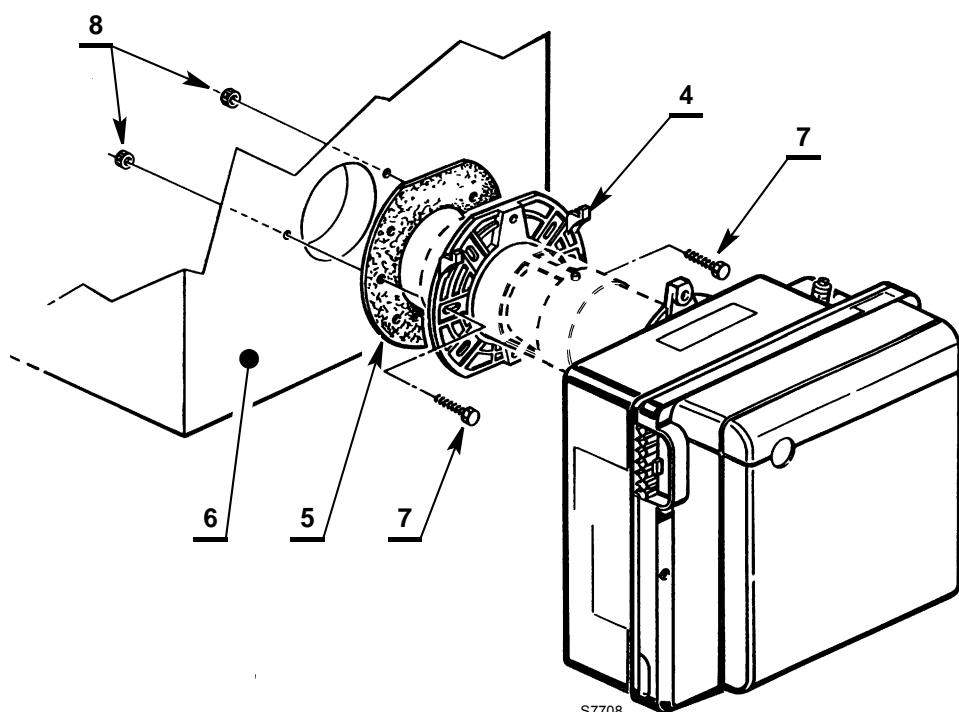

Fig. 10
- Fijar en la puerta de la caldera 6)(Fig. 10) la brida 4) con los tornillos 7) y (si es necesario) las tuercas 8) interponiendo la junta aislante 5).